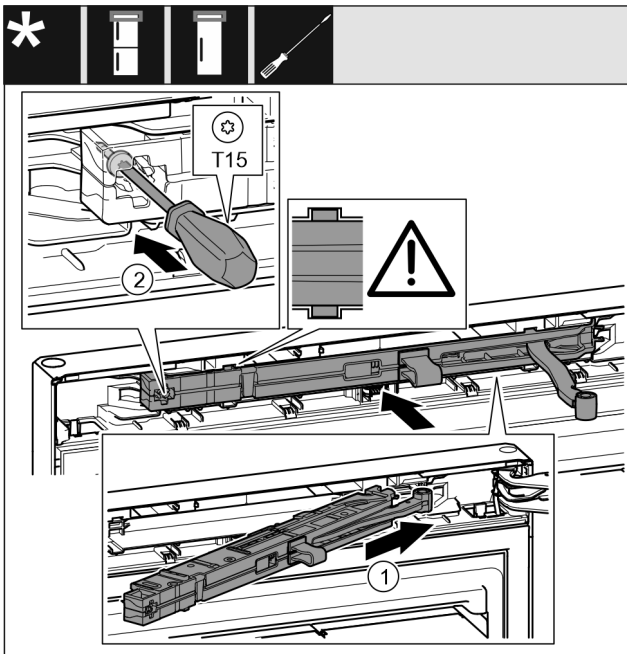

Fig. 65
- Inserire in diagonale l'unità dell'ammortizzatore di chiusura Fig. 65 (1) nel vano sul lato del blocco di supporto fino a battuta.
- Stringere la vite Fig. 65 (2) con un cacciavite.